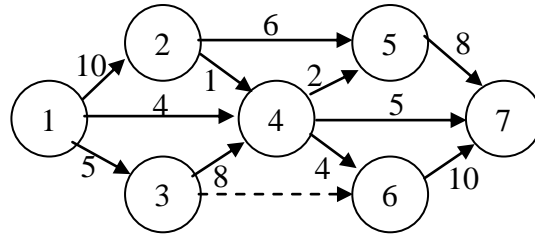

Рисунок 10 – Сетевая модель
**Пример:** На основании технологической последовательности и предварительных расчетов построена сетевая модель (рисунок 10). Требуется определить величину критического пути и полный резерв времени.